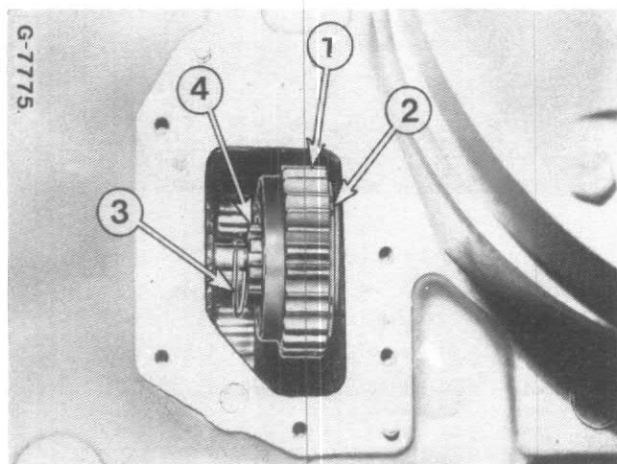

Figure 148
(Voyez également la Fig. 148); enfin sortez l'arbre vers l'arrière. Faites glisser le manchon d'accouplement (9) vers l'arrière et sortez-le. Retirez le coulisseau (5) de la fourchette (4 et 48) et le roulement à aiguilles (10) du logement de l'arbre avant.